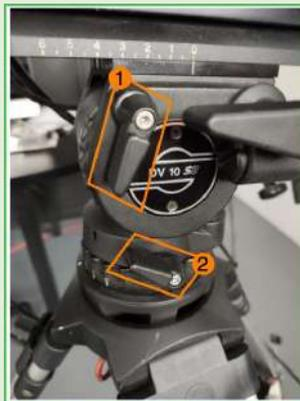

Imagen 57. Seguros del trípode.
2. Para ejecutar movimientos de cámara “TILL” (arriba y abajo) y “PANEÓ” (derecha e izquierda), se deben soltar los seguros del trípode en el momento que se requiera (imagen 57).